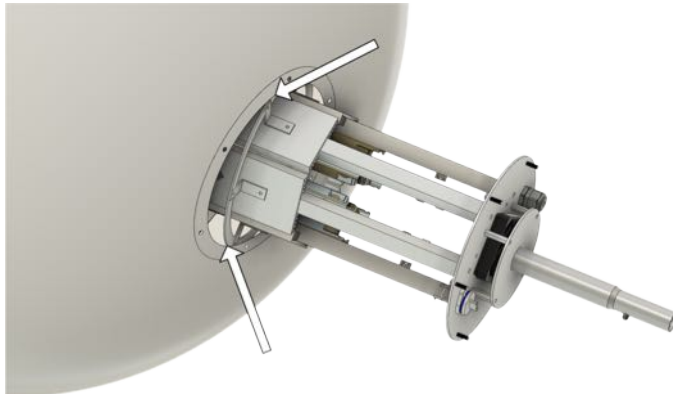

Abb. 8
5. Gebruik dezelfde procedure om het deksel over de LED-beschermingsringen en de afdekplaat te verwijderen (fig. 8).